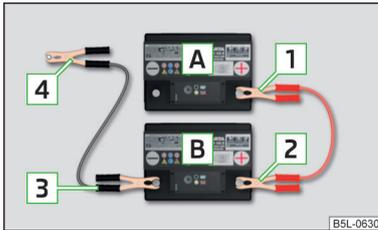

Fig. 138
- Conectar el borne **1** al polo positivo de la batería descargada **A** » fig. 138.